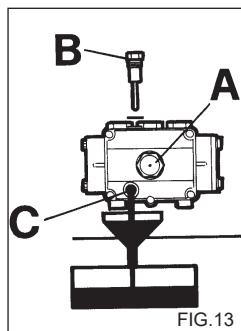

FIG. 13
- 2 - Desenroscar el tapón con la varilla de control del nivel (fig. 13).